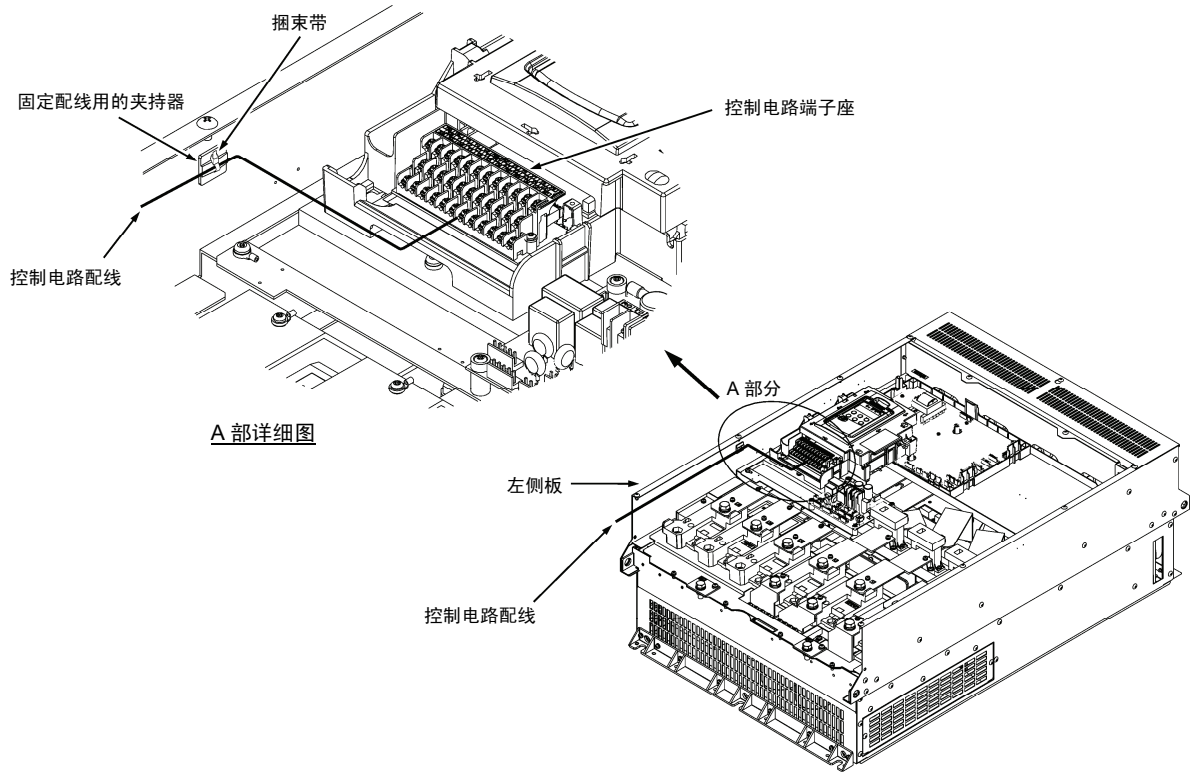

图 2.19 控制电路配线电路和固定位置
- ① 如图 2.19 所示，请沿着变频器的左侧板拉出。
- ② 请用捆束带（INSULOK 等）将配线固定在固定配线用的夹持器上。